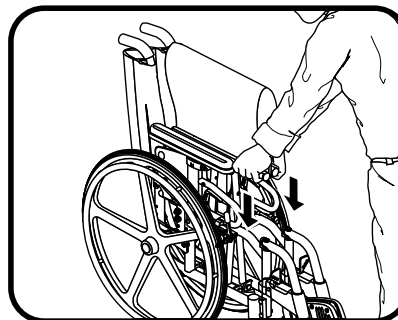

Figura 3. Apertura della LiteStream XF
2. Posizionare il palmo delle mani su ciascuna guida della base del sedile. Vedere figura 3.